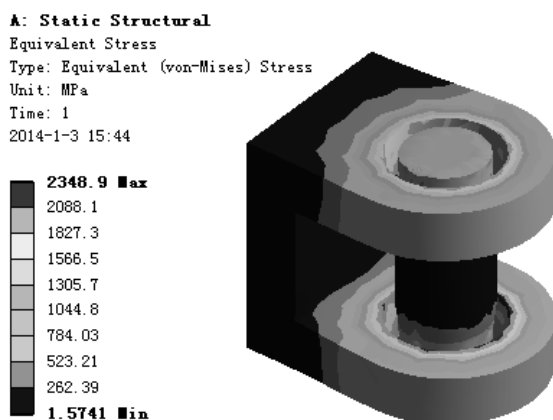

图 7.6.47 总应力结果图解
(1) 求解分析。在顶部工具栏中单击  按钮求解分析。
(2) 查看应力结果图解。在“Outline”窗口中选中  **Equivalent Stress**，查看图 7.6.47 所示的总应力结果，其最小应力为 1.5741 MPa，其最大应力为 2348.9MPa。